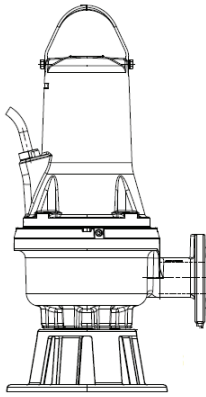

Fig. 7 Instalare scufundată pe baza de susținere
- Montați flanșa specială (fig. 7 – poz. D) la cursor și ghidarea către gura de trimitere a pompei și agățați funia sau lanțul la mânerul sau orificiu pe partea superioară a corpului.